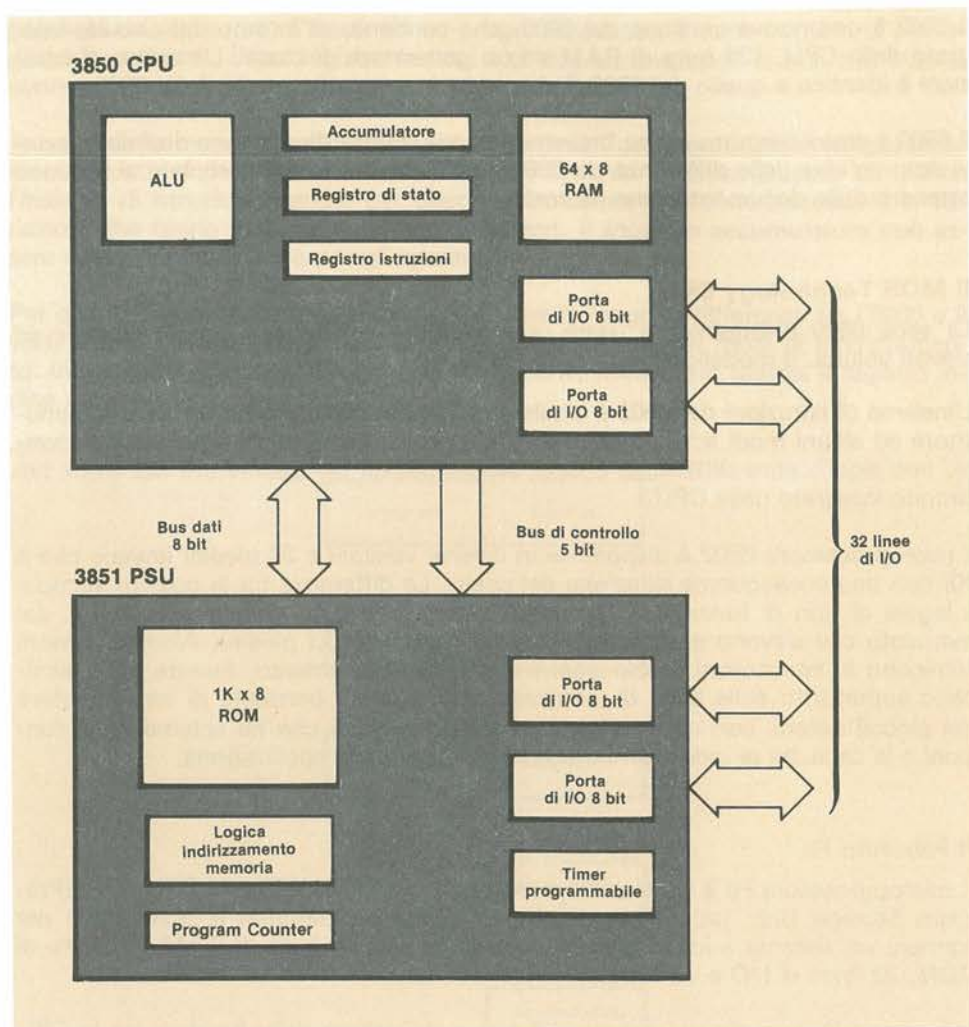

Figura 20-5. Schema a blocchi semplificato del sistema F8
L'aspetto più inusuale del sistema F8 è la suddivisione delle funzioni tra la CPU 3850 e la PSU 3851. La Figura 20-5 ne mostra il diagramma a blocchi. La CPU 3850 non ha un bus degli indirizzi, il program counter (PC) e la logica di indirizzamento della memoria fanno parte del dispositivo di memoria 3851. La CPU genera invece cinque segnali di controllo speciali per controllare il program counter posto nel 3851.